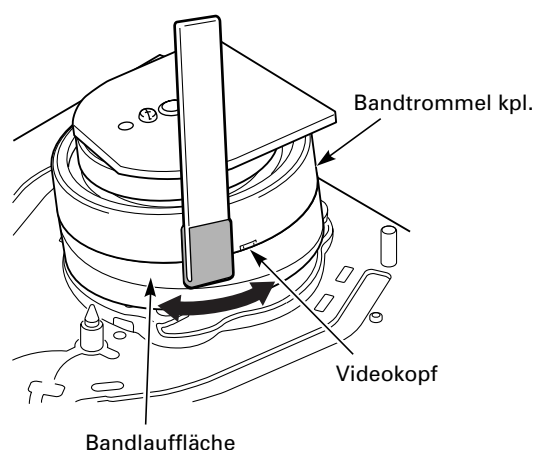

Fig. 2.1
2.1 Reinigen der Bandtrommel (Fig. 2.1)